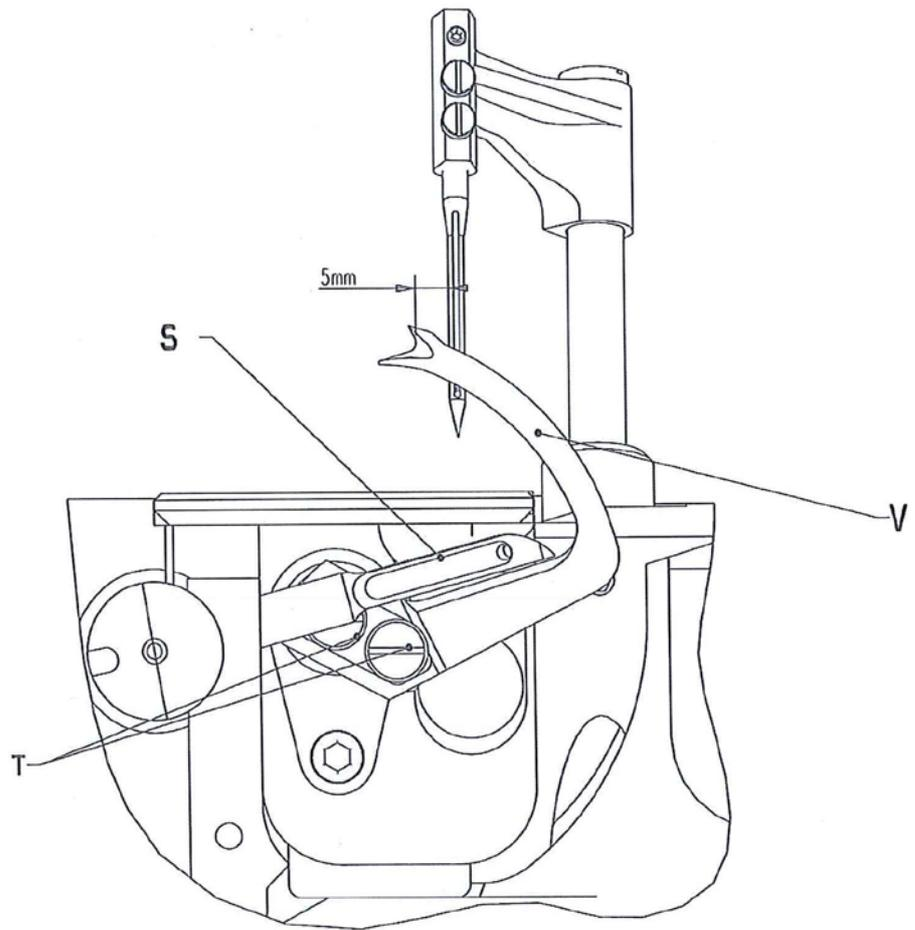

FIG 4.4
- Girare il volante e spostare uncino inferiore fino al suo punto morto più basso per potere arrivare fino alle viti **T (FIG 4.4)**.
- In questa posizione ,la punta dell'uncino superiore deve trovarsi a 5mm all'indietro della punta dell'ago ,vedi **FIG 4.4**.
Nel caso contrario ,regolare la posizione con l'aiuto delle viti **T FIG 4.4**.
Alla consegna ,le macchine sono regolate per cucire tappeti con filati di qualità normale ..Secondo il tipo di filato,occorre adattare la posizione dell'uncino superiore al titolo del filato (più fine o più grosso).Procedere in questo modo Svitare le viti **T (FIG 4.4)** e girare il volante per mettere l'uncino superiore nel suo punto morto più alto.